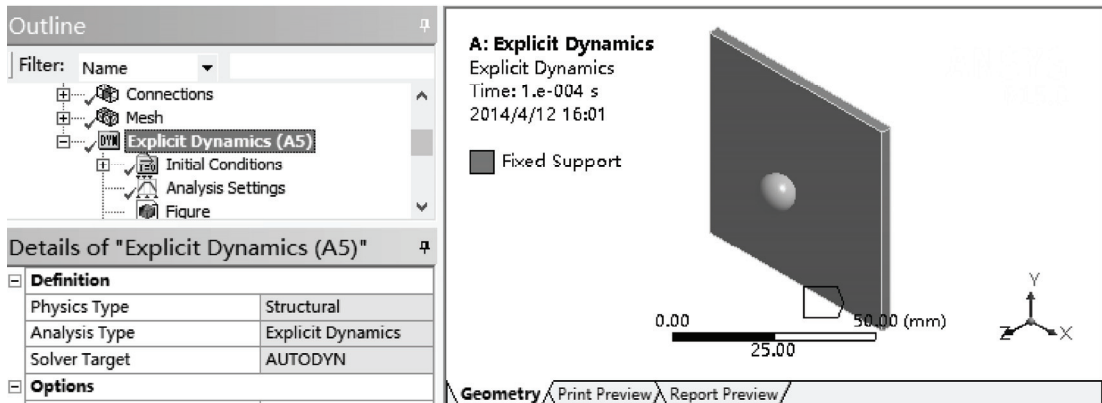

图 15-14 边界条件示意图
4) 选择 Mechanical 界面左侧 Outline 树结构图中的 Explicit Dynamics (A5) 选项, 查看边界条件设置效果, 如图 15-14 所示。